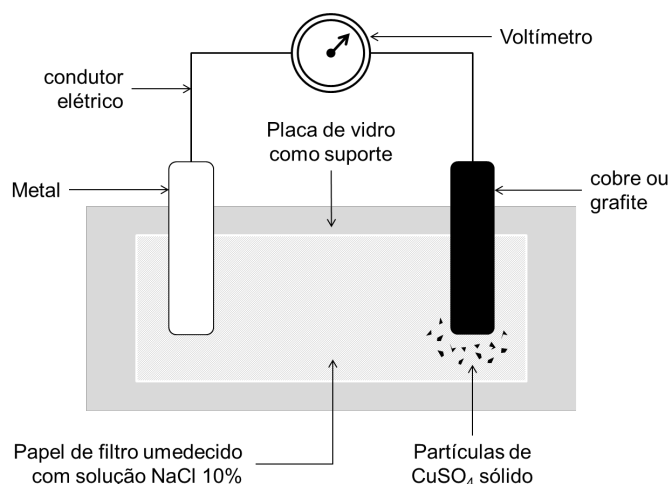

Figura 9.2. Montagem da pilha econômica.
9.4.3. Pilha de Eletrólito Sólido-Úmido (Pilha Econômica) (Figura 9.2)